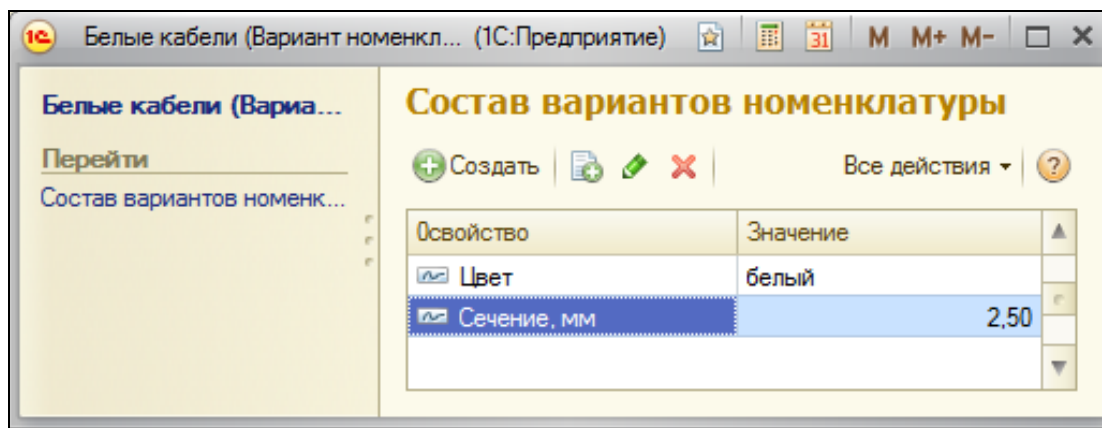

Рисунок 6. 28 Сформированный состав вариантов номенклатуры Белые кабели
14. В следующем окне нажать на кнопку **Выбрать**. В поле значение ввести 2,5. Нажать на кнопку **Записать и закрыть** (рис. 6. 28).